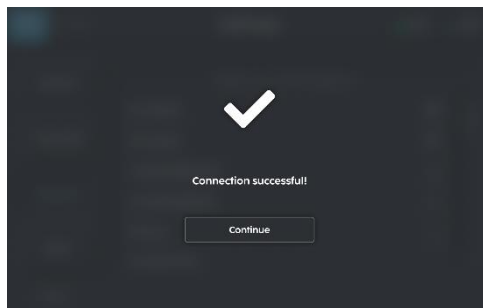

Fig 6
2. Si la connexion est réussie (Fig 6), le changement de réseau est réussi.